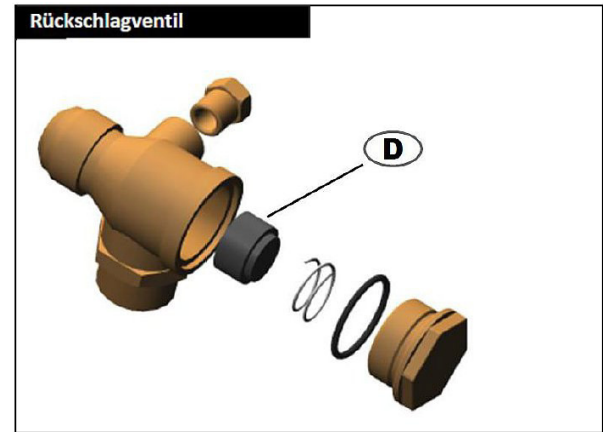

Abb. 11: Rückschlagventil
Schritt 2: Überprüfen Sie das Rückschlagventil und wechseln Sie das Dichtungselement **D** (Abb. 11) gegebenenfalls aus.